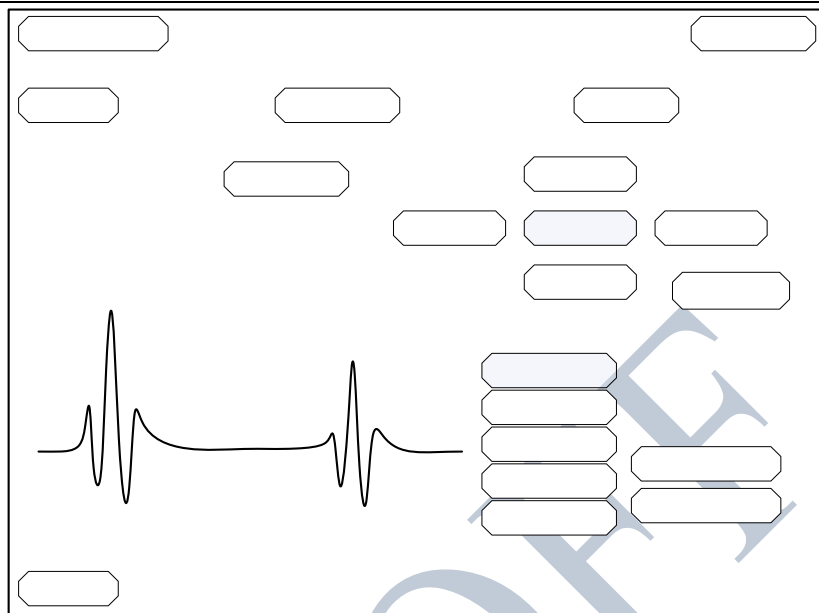

Рисунок 5-8 Режим Карты Пахиметрии
2. **Режим Карты.** Этот режим позволяет получить пять считываний в пяти различных точках поверхности роговицы. (Рис. 5-8)